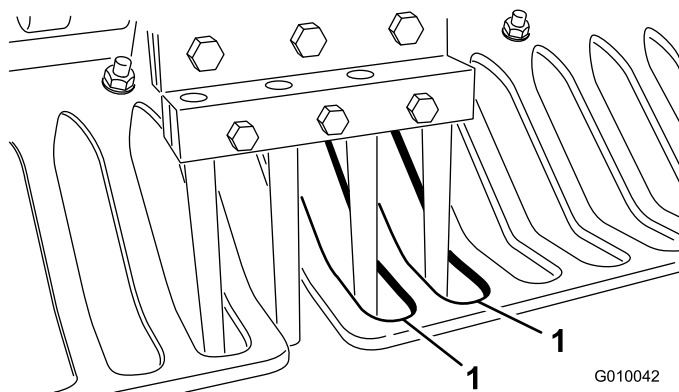

Bild 26
6. Stellen Sie sicher, dass die Stacheln mit der Mitte der Abstände in den Rasenschutzvorrichtungen ausgerichtet sind (Bild 26). Stellen Sie die Rasenschutzvorrichtungen ggf. ein und ziehen Sie die Mutter fest.